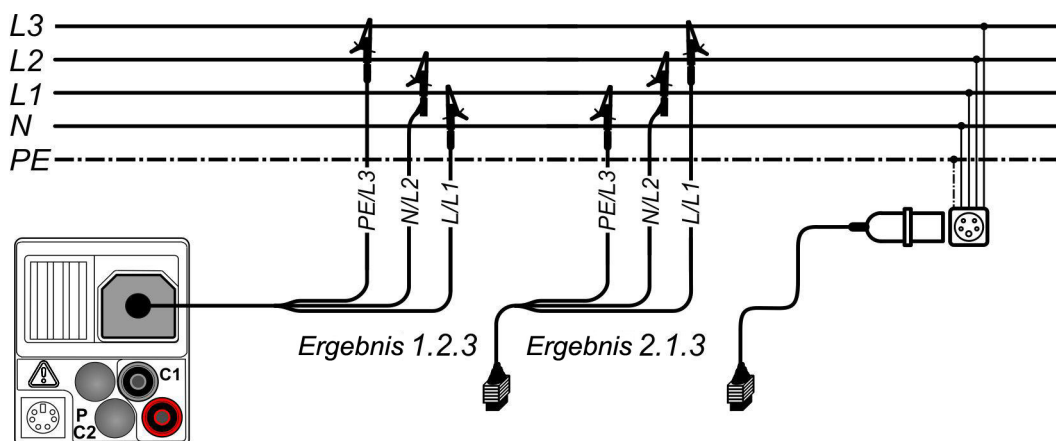
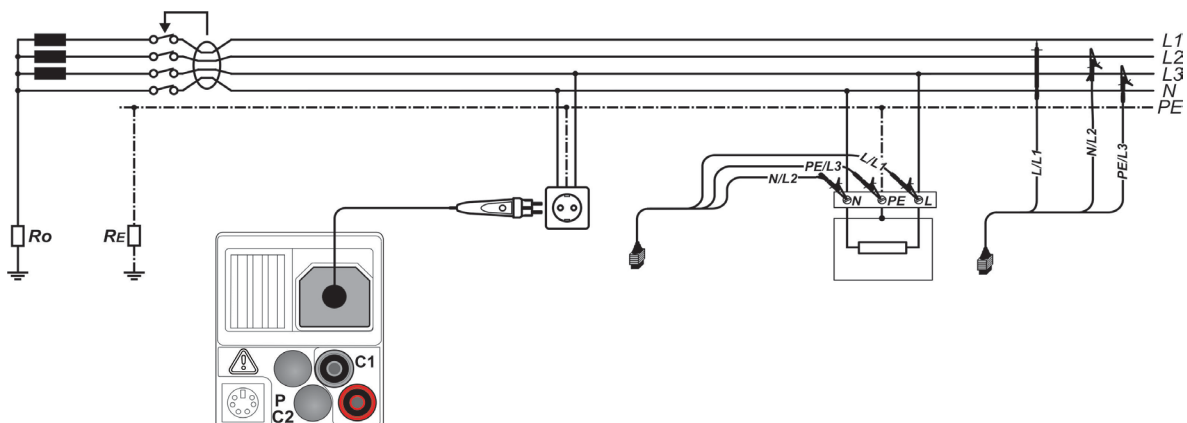

Abbildung 5.2: Anschluss der 3-Leiter-Prüfleitung und des optionalen CEE-Messadapters (044148) im Dreiphasensystem - Abbildung am Beispiel des IT 130
Abbildung 5.3: Anschluss des optionalen Commander-Prüfsteckers (044149) und der 3-Leiter-Prüfleitung im Ein-/Dreiphasensystem - Abbildung am Beispiel des IT 130
- Kontaktieren Sie die Prüflleitungen an das Prüfobjekt (siehe Abbildung 5.2 und Abbildung 5.3).